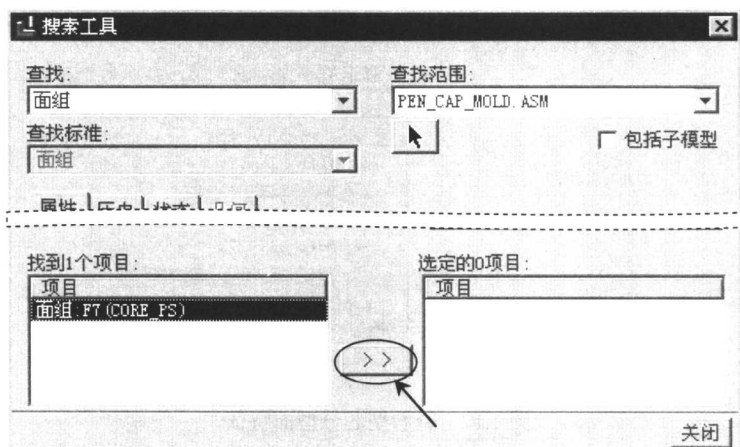
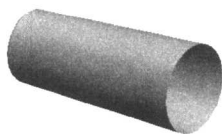

图 1.12 “搜索工具”对话框
图 1.13 着色后的型芯分型面
(1) 选择下拉菜单视图(V) → 可见性(V) → 着色 命令。
(2) 系统弹出如图 1.12 所示的“搜索工具”对话框, 系统在找到1个项目: 列表中默认选择了面组: F7 (CORE_PS) 列表项, 即型芯分型面; 然后单击 >> 按钮, 将其加入到选定的0项目: 列表中, 再单击 关闭 按钮, 着色后的型芯分型面如图 1.13 所示。